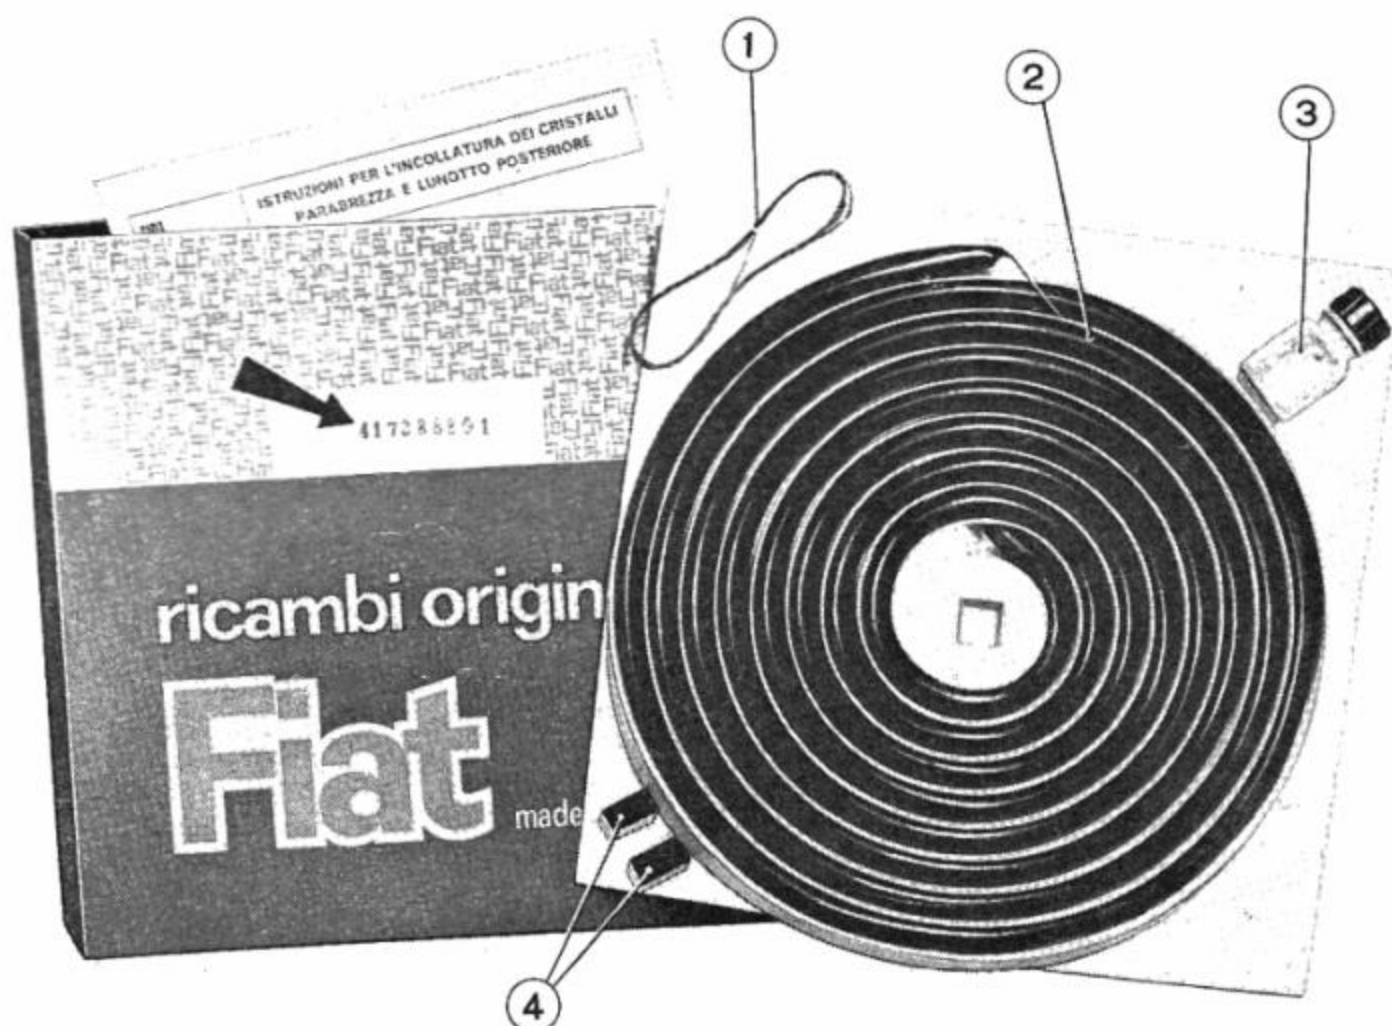
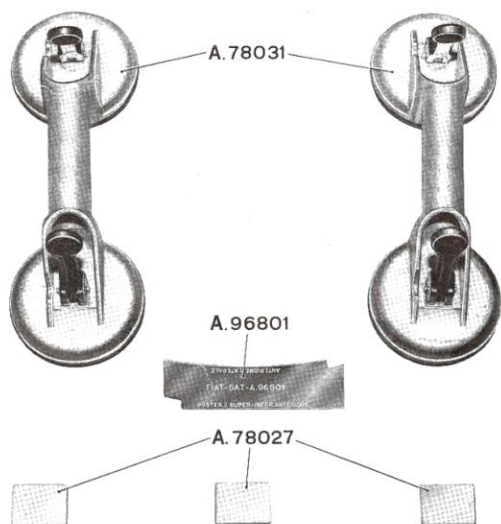
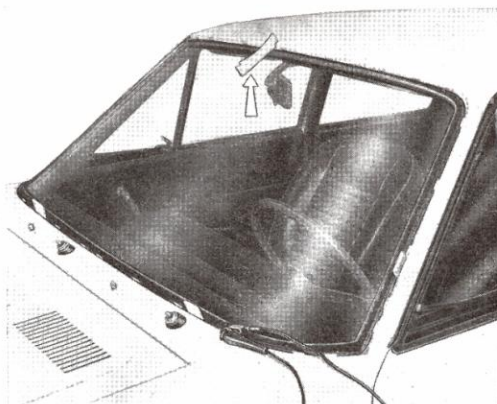

Abb. 113. - Komplette « Solbit »-Packung, zum Einkleben der Windschutz- und Heckscheibe.
Abb. 119. - Saughalter A. 78031 zum Einsetzen bzw. Zentrieren der Scheibe, Kontrolleure A. 96801 und Abstandsgummis A. 78027.
Abb. 122. - Kontrolle des oberen Sitzes der Scheibe.
Das « Solbit » wird von der FIAT-Ersatzteile-Direktion in entsprechender Verpackung mit folgendem Inhalt geliefert (Abb. 113):
- Die Scheibe einsetzen und genau zentrieren (Abb. 119). Dabei die Abstandstücke A. 78027 (Abb. 113), oder die zwei mit dem «Solbit» gelieferten Gummis (Abb. 119) verwenden. Die genannten Abstandsgummis sind unten und zwar in ca. 20 cm Abstand von den seitlichen Pfosten aufzukleben, wobei man sich ver-
gewissere, dass zwischen dem Rand der eingesetzten Scheibe und dem Sitz ein gleichmässiger Abstand vorhanden ist. Um die Behandlung der Scheibe zu erleichtern, ist es ratsam die zwei Saughafter (mit entsprechenden Griffen) (A. 78031 - Abb. 119) zu verwenden, die wie in Abbildung 118 illustriert angesetzt werden.
Man beachte das Einlegen der Abstandsgummis A. 78027 (Abb. 119), um die Zentrierung der Scheibe zu gewährleisten.
Die Kontrolle genannter Quetschung wird durch Anwendung der Lehre **A. 96801** (Abb. 122 u. 123) erleichtert, die sowie zur Kontrolle an der Windschutzscheibe als auch an der Heckscheibe dient, laut den Anweisungen auf der Lehre selbst (Abb. 119).